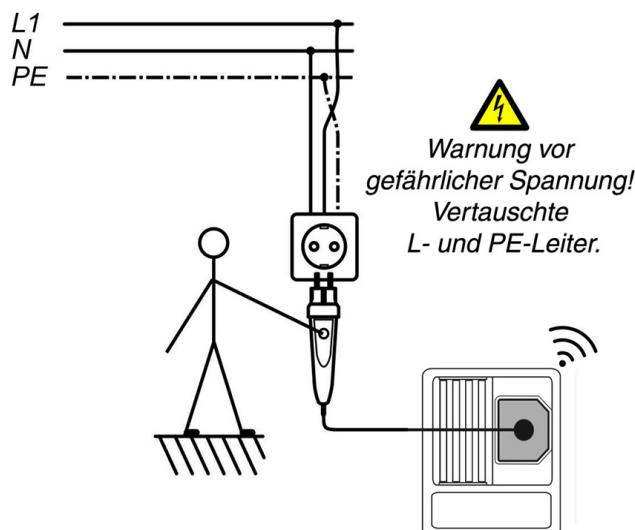

Abbildung 5.36: Vertauschte L- und PE-Leiter – Phasenspannung am PE-Leiter wird durch Berührung der TEST-Taste am Commander-Prüfstecker (Option) erkannt.
- Kontaktieren Sie die Prüfleitungen an das Prüfobjekt (siehe Abbildung 5.36 und 5.37).